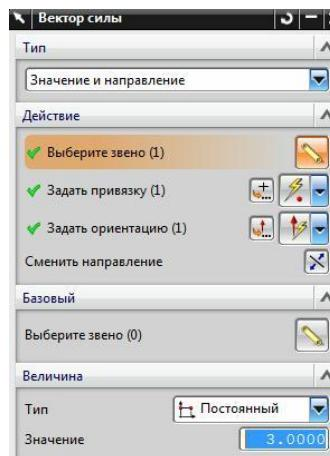

рис.48
- Для *векторной* силы в поле *Действие* нужно указать тело, на которое действует наша сила, точку приложения, и направление действия силы. В отличие от *скалярной* силы, здесь не нужно уточнять точку, от которой векторная сила “отталкивается”. Кроме этого, в поле *Базовый*, нужно указать тело, на которое действующая сила опирается. Если *векторная* сила задается относительно неподвижного основания, то поле *Базовый* вообще не заполняется (рис.48).